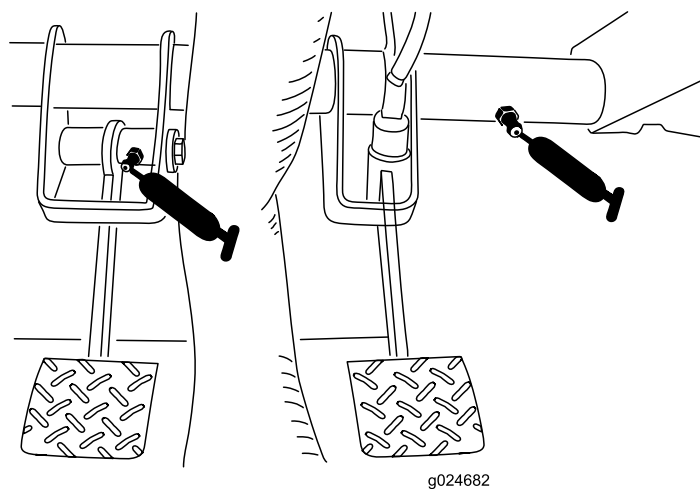

Figure 31
- **Embrayage (1)** ; voir Figure 31
- **Frein (1)** ; voir Figure 31